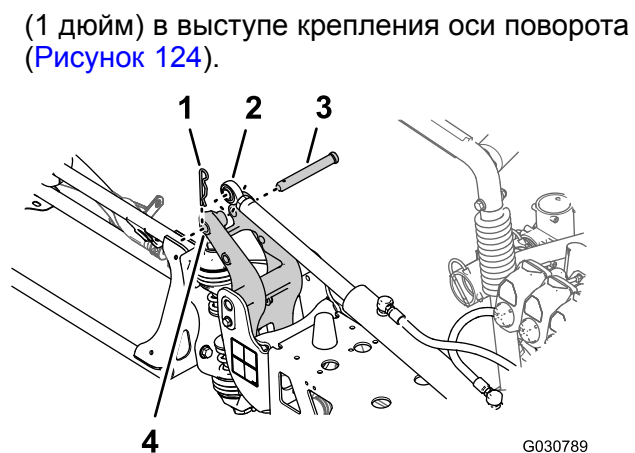

Рисунок 124
7. Прикрепите подъемный цилиндр к креплению оси поворота при помощи шплинтуемого штифта и шплинта (Рисунок 124), снятых при выполнении пункта 2 раздела Демонтаж подъемных цилиндров (страница 25).